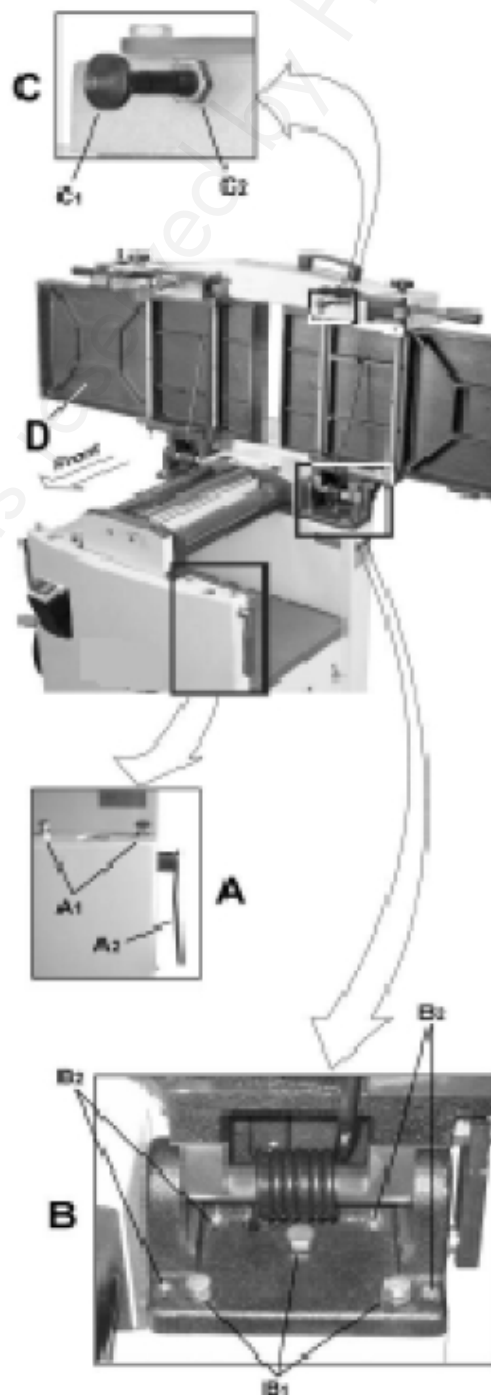

Fig. 13: Aanpassing van de achter- en voorkant
3. Til de tafel (D, Fig. 13) volledig naar boven. De afstelling gebeurt met behulp van vier stelschroeven (B2) die de hoogte en de helling van de tafel aan de achterkant (in de richting van de aanslag) afstellen. Twee zeskantschroeven (A1) verstellen de tafel naar voren.
3. Draai de zeskantschroeven (B1, Fig. 13) vast wanneer de aanpassing voltooid is.
Voor de beste prestaties moeten de vergrendelingshendels van de schaaf tafel (A2, fig. 13) in de vergrendelde stand ongeveer helemaal beneden staan. Als aanpassing nodig is, gaat u als volgt te werk:
2. Ontgrendel de vergrendelingshendel (A2, fig. 13) en til de tafel rechtop.
3. Draai de borgmoer (C2, fig. 13) los met een 18 mm sleutel.
4. Verstel de tafelvergrendelingsas (C1, fig. 13) in stappen van 1/4 slag of minder:
5. Draai de borgmoer (C2, fig. 13) vast.